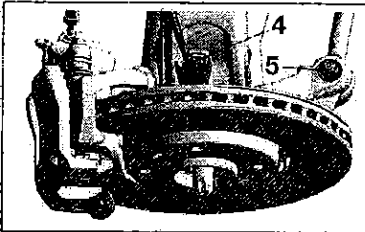

FIG. 2
- la fixation du capteur de roue (4) (Fig.2).